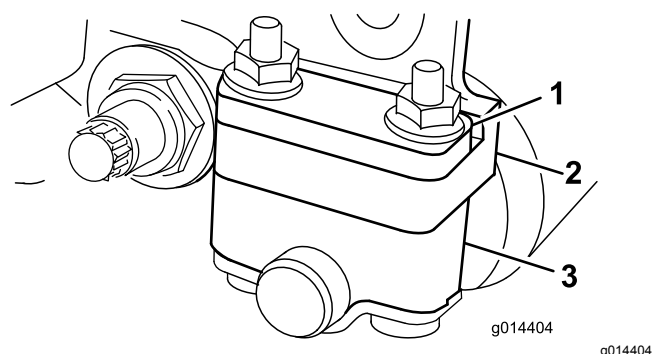
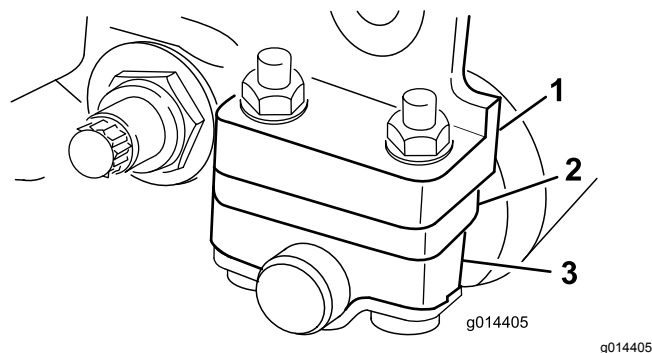

Figure 6
Figure 7
Selon la hauteur de coupe désirée, vous devrez placer les supports de rouleau arrière (Figure 6 ou Figure 7) en position haute ou basse :
- Placez l'entretoise au-dessus de la bride de fixation de la plaque latérale (réglage d'usine) lorsque les hauteurs de coupe sont comprises entre 1,5 et 6 mm, comme montré à la Figure 6.
- Placez l'entretoise en dessous de la bride de fixation de la plaque latérale lorsque les hauteurs de coupe sont comprises entre 3 et 25 mm, comme montré à la Figure 7.
- Placez les entretoises sur les vis au-dessus ou au-dessous des supports de rouleau, selon le cas (Figure 6 ou Figure 7).